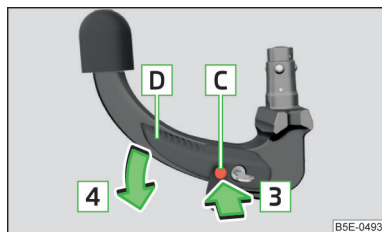

Fig. 168
- Apăsăți înspre interior până la capăt bolțul de eliberare **C**, în sensul săgeții **3** și apăsați în același timp maneta de operare **D**, în sensul săgeții **4**, până la capăt » **fig. 168.**